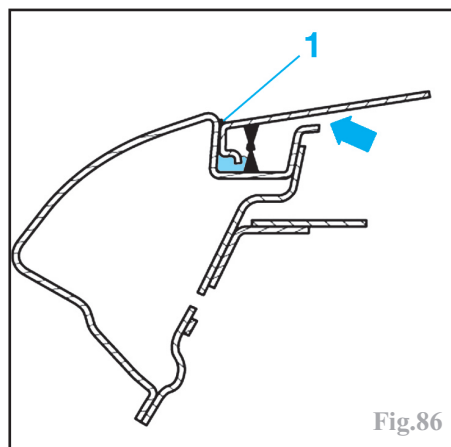

Fig.86
Appliquer un étanchement de précision (1) avec du mastic-colle (Fig.86)